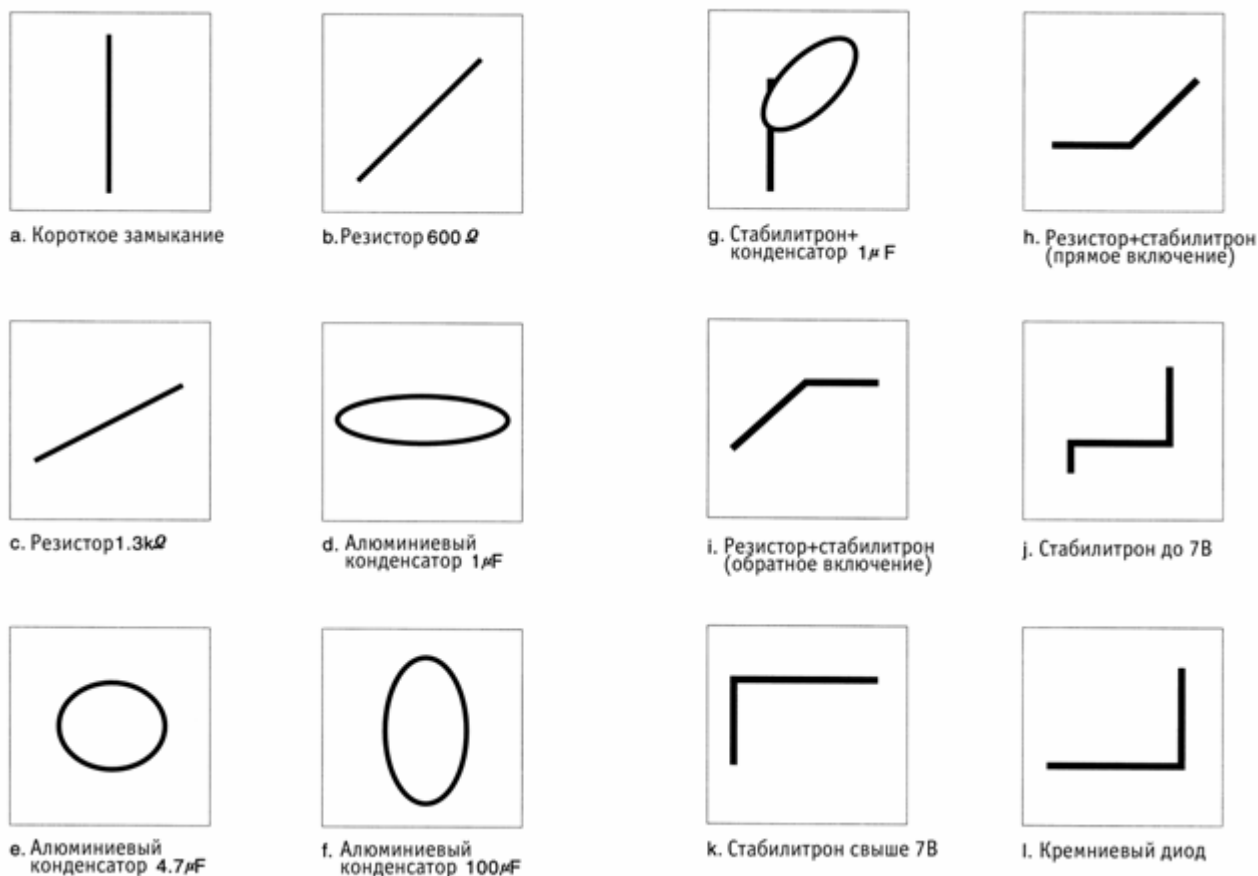

Рис. 2-6. Вольтамперные характеристики радиоэлементов
1. Нажмите кнопку COMP TEST (35). На экране появится горизонтальная линия длиной 8 делений. Положение линии на экране можно подстроить с помощью CH2 VERTICAL POSITION (7) и HORIZONTAL POSITION (10).
2. С помощью пробников для мультиметра подключите гнезда (36) и (37) осциллографа к выводам радиоэлемента. На экране появится вольтамперная характеристика (см. рис. 2-6)